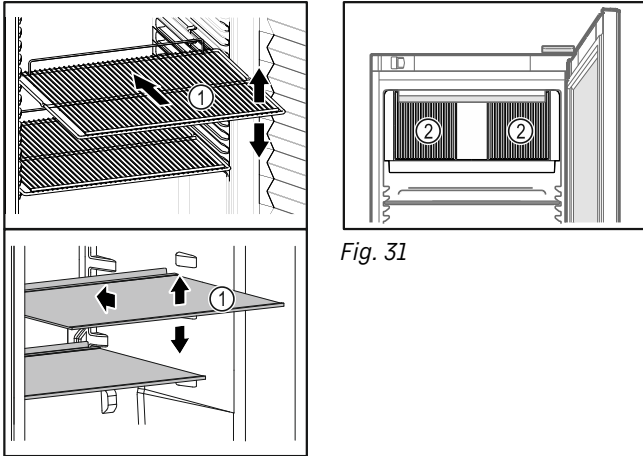

Fig. 30 Beispielfhafte Darstellung
- ❑ Wenn Ablageflächen Fig. 30 (1) versetzbar sind, Ablageflächen je nach Höhe anpassen.